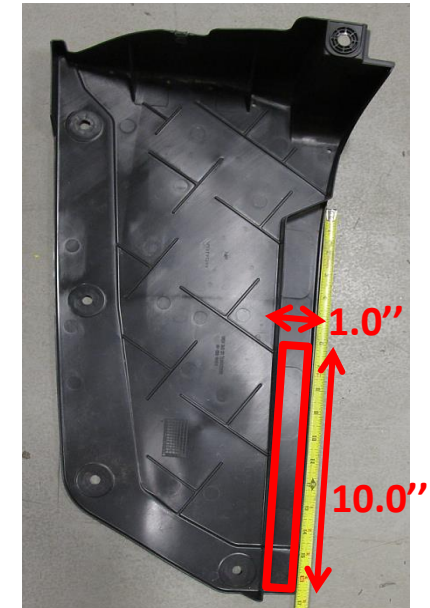

Figura 3
- Recortar la fascia del parachoques y el panel de apariencia inferior:** Localizar el centro de la fascia del parachoques inferior y recortar un área de 3.5" de alto por 5.5" de ancho, ver la **Figura 2**. Recortar el panel de apariencia inferior como se muestra en la **Figura 3**.
6. **Recortar la fascia del parachoques y el panel de apariencia inferior:** Localizar el centro de la fascia del parachoques inferior y recortar un área de 3.5" de alto por 5.5" de ancho, ver la **Figura 2**. Recortar el panel de apariencia inferior como se muestra en la **Figura 3**.